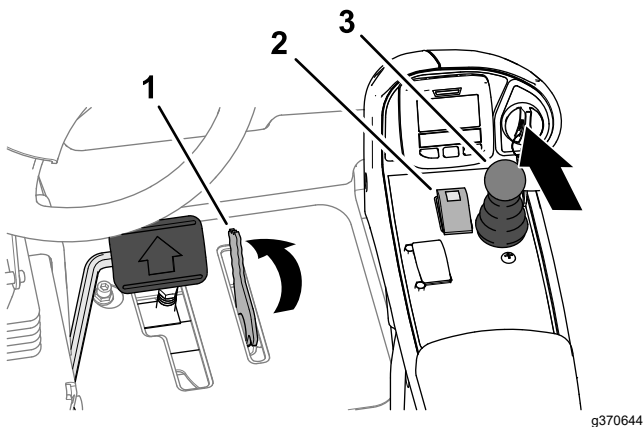

Figura 169
3. Mueva la palanca del limitador de la velocidad de siega hacia delante hasta la posición de SEGAR (Figura 169).